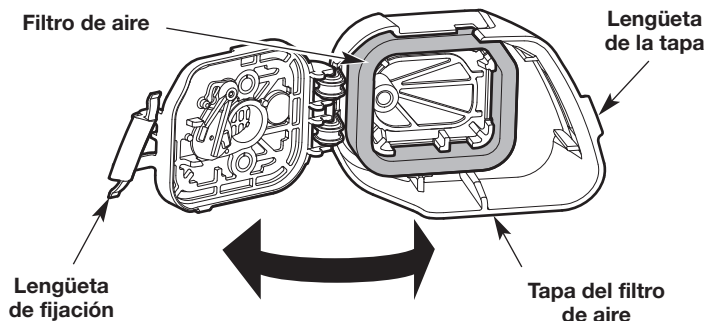

Fig. 12
1. Abra la cubierta del filtro de aire: Enganche sus dedos detrás de la lengüeta de la tapa. Para destrabar la tapa del filtro de aire, jale hacia la izquierda y lejos del motor. Es posible que deba jalar firmemente. Gire la cubierta del filtro de aire hacia la derecha (Fig. 12).
2. Extraiga el filtro de aire del interior de la cubierta del filtro de aire (Fig. 12).
6. Reinstale el filtro de aire dentro de la cubierta del filtro de aire (Fig. 12).
7. Cierre la cubierta del filtro de aire: Gire la cubierta del filtro de aire hacia la izquierda y oprímala para cerrarla hasta que la lengüeta de fijación entra a presión en su lugar (Fig. 12).